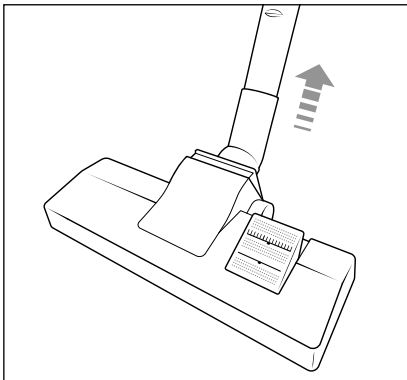

Abb. 7
- Um die Bodenbürste **14** vom Teleskopsaugrohr **16** zu entfernen, ziehen Sie das Teleskopsaugrohr **16** von der Bodenbürste **14** ab (siehe Abb. 7).